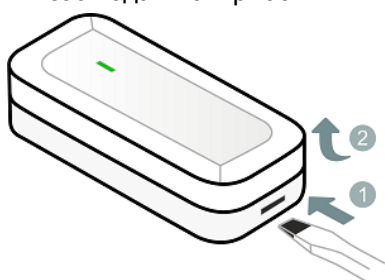
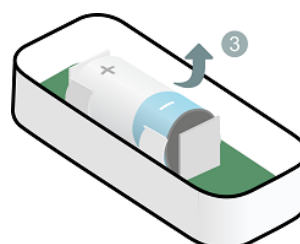
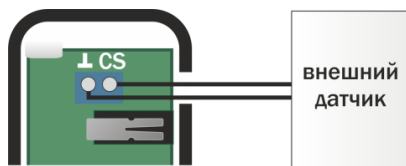

Рисунок 6.3 – Вскрытие корпуса датчика
Рисунок 6.4 – Извлечение батареи
Рисунок 8.1 – Схема подключения внешнего проводного геркона / ШС
- 2.2. Если датчик не в первый раз переводится в режим связывания, то вскройте корпус датчика: при помощи плоской отвертки нажмите на одну из защелок и, не отпуская защелку, потяните крышку корпуса вверх (см. рисунок 6.3). Извлеките батарею из датчика (см. рисунок 6.4). Подождите 30 секунд и установите батарею обратно, соблюдая полярность.
Для подключения геркона / ШС вскройте корпус основного элемента датчика (см. рисунок 6.3). Подключите провода к клемме, расположенной на плате датчика открытия, как показано на схеме (см. рисунок 8.1).
2. С помощью индикации на датчике. Для этого вскройте корпус датчика (см. рисунок 6.3) и дважды нажмите на кнопку тампера (8, рисунок 2.1). Посмотрите на индикатор датчика. Соответствие уровня связи и индикации представлено в таблице 9.1.
- 1) Вскройте корпус основного элемента датчика (см. рисунок 6.3) и закрепите основание корпуса в выбранном месте с помощью самонарезающих винтов.